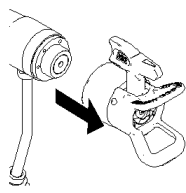

Fig. 9
8. Oter le capuchon lorsque le clapet d'air est apporté sur le pistolet (fig. 9).